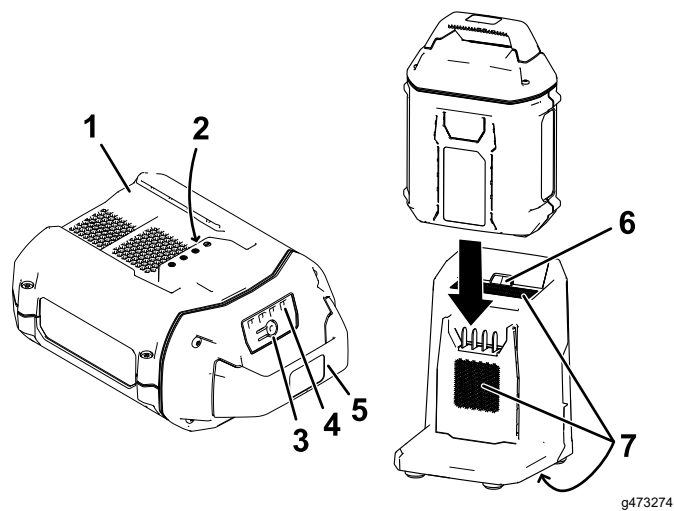

Figure 11
2. Placez le creux de la batterie (Figure 11) devant la languette du chargeur.
3. Glissez la batterie dans le chargeur jusqu'à ce qu'elle soit complètement enclenchée (Figure 11).